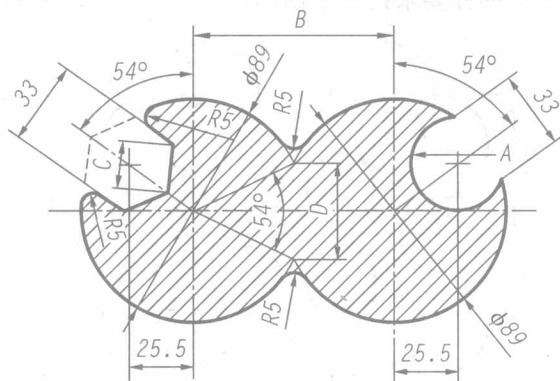

图 1-5 专用扳平面图形
10. 如图 1-5 所示,根据图样要求绘制平面图形并求阴影面积。